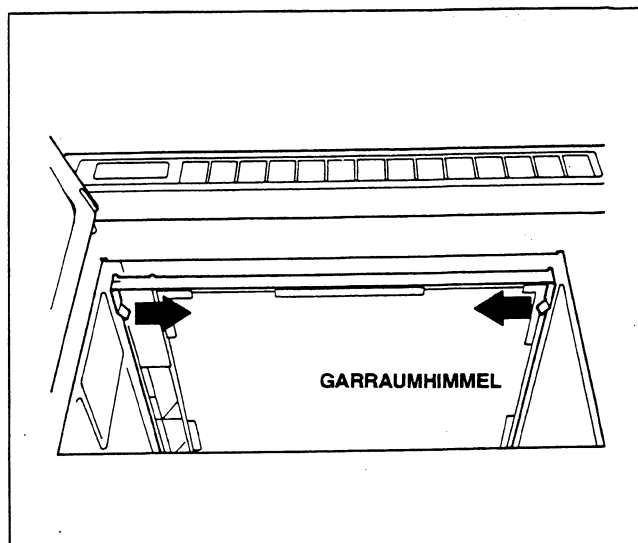

Abb. 14
- (A) Entfernen Sie den Garraumhimmel, indem Sie die rechte und linke Lasche nach innen drücken und den Himmel nach unten und nach außen ziehen (Abb. 14).